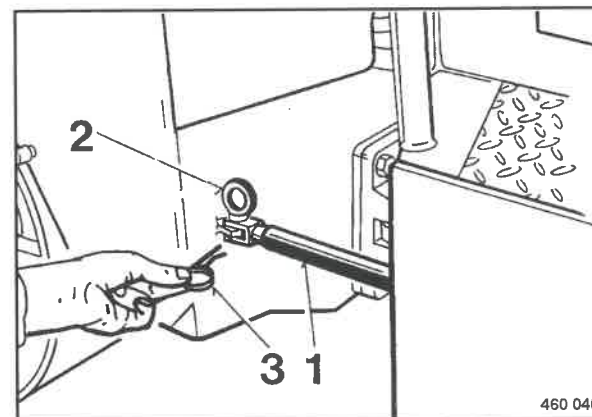

Fig. 80
- Dopo aver guidato la macchina sul mezzo di trasporto, orientare il fermo dell'articolazione a gomito 1 (Fig. 80) in avanti al di fuori dal supporto. Inserire il bullone (2) e assicurarla con la copiglia di sicurezza (3).